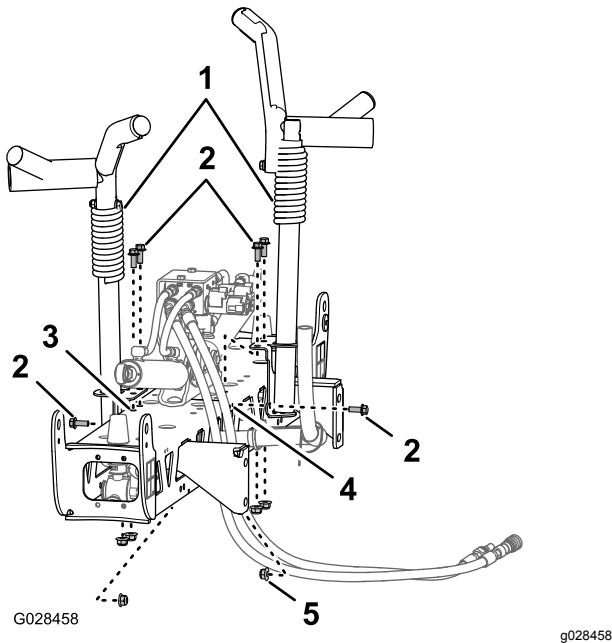
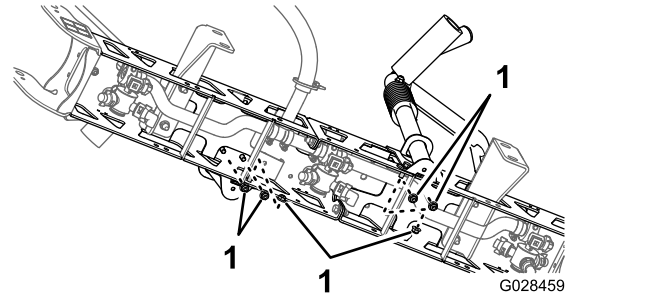

Figure 37
Figure 38
2. Alignez les berceaux de transport de rampe sur la section de rampe centrale (Figure 37).
3. Montez les berceaux sur la section de rampe (Figure 37 et Figure 38) à l'aide de 6 boulons ($\frac{3}{8}$ " x 1") et de 6 contre-écrous à embase ($\frac{3}{8}$ "